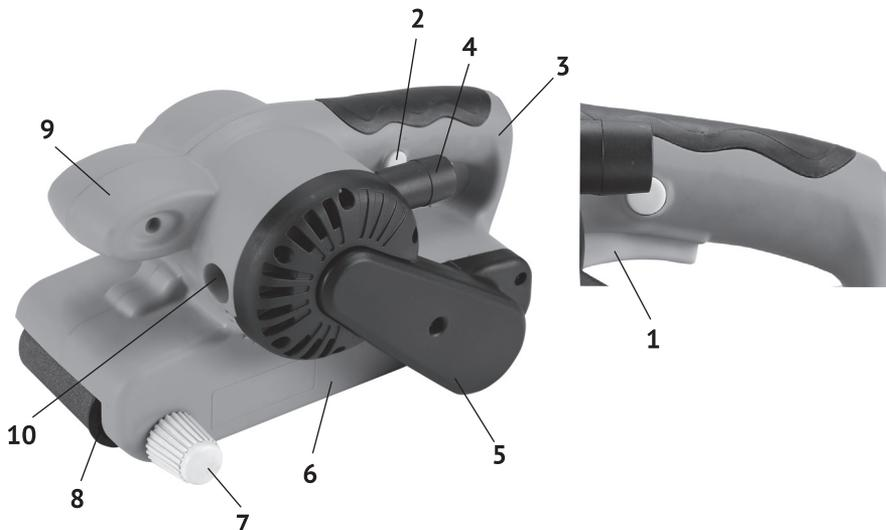

рис. 1
Внешний вид шлифмашины представлен на рис.1
1.7 Механизм шлифмашины расположен в пластиковом корпусе (рис.1 поз.6), состоящем из двух половин. Крутящий момент с якоря электродвигателя, зубчатым ремнём передаётся на ведущий валик. Между ведущим и ведомым валиками движется абразивная шлифовальная лента (рис.1 поз.8) на тканевой основе – рабочий инструмент шлифмашины.
1.8 Клавиша выключателя (рис.1 поз.1) расположена в передней части рукоятки.
Включение шлифмашины осуществляется нажатием на клавишу выключателя. Фиксация клавиши в рабочем положении, осуществляется кнопкой (рис.1 поз.2), расположенной слева на рукоятке. При повторном нажатии на клавишу, кнопка фиксации и клавиша (со щелчком) возвращается в исходное положение - выключено.
1.9 Пылесборник, входящий в комплект поставки, устанавливается на патрубок пылеотвода (рис.1 поз.4) и предназначен для сбора шлама и пыли, образующейся в процессе шлифования. Поток воздуха из корпуса к патрубку обеспечивает специальная крыльчатка, с отдельным шестерёнчатый приводом.
- включите машину на холостом ходу и отцентрируйте регулятором (рис.1 поз.7) прямой ход ленты;
- при выключенном инструменте, установите пылесборник на патрубок пылеотвода (рис.1 поз.4);
3.2 Для замены щёток необходимо выкрутить из корпуса шлифмашины крышки щёткодержателей (рис.1 поз.10), вынуть старые щётки и заменить их новыми. Щётки следует заменять парой для обеспечения равной степени их давления на коллектор якоря.